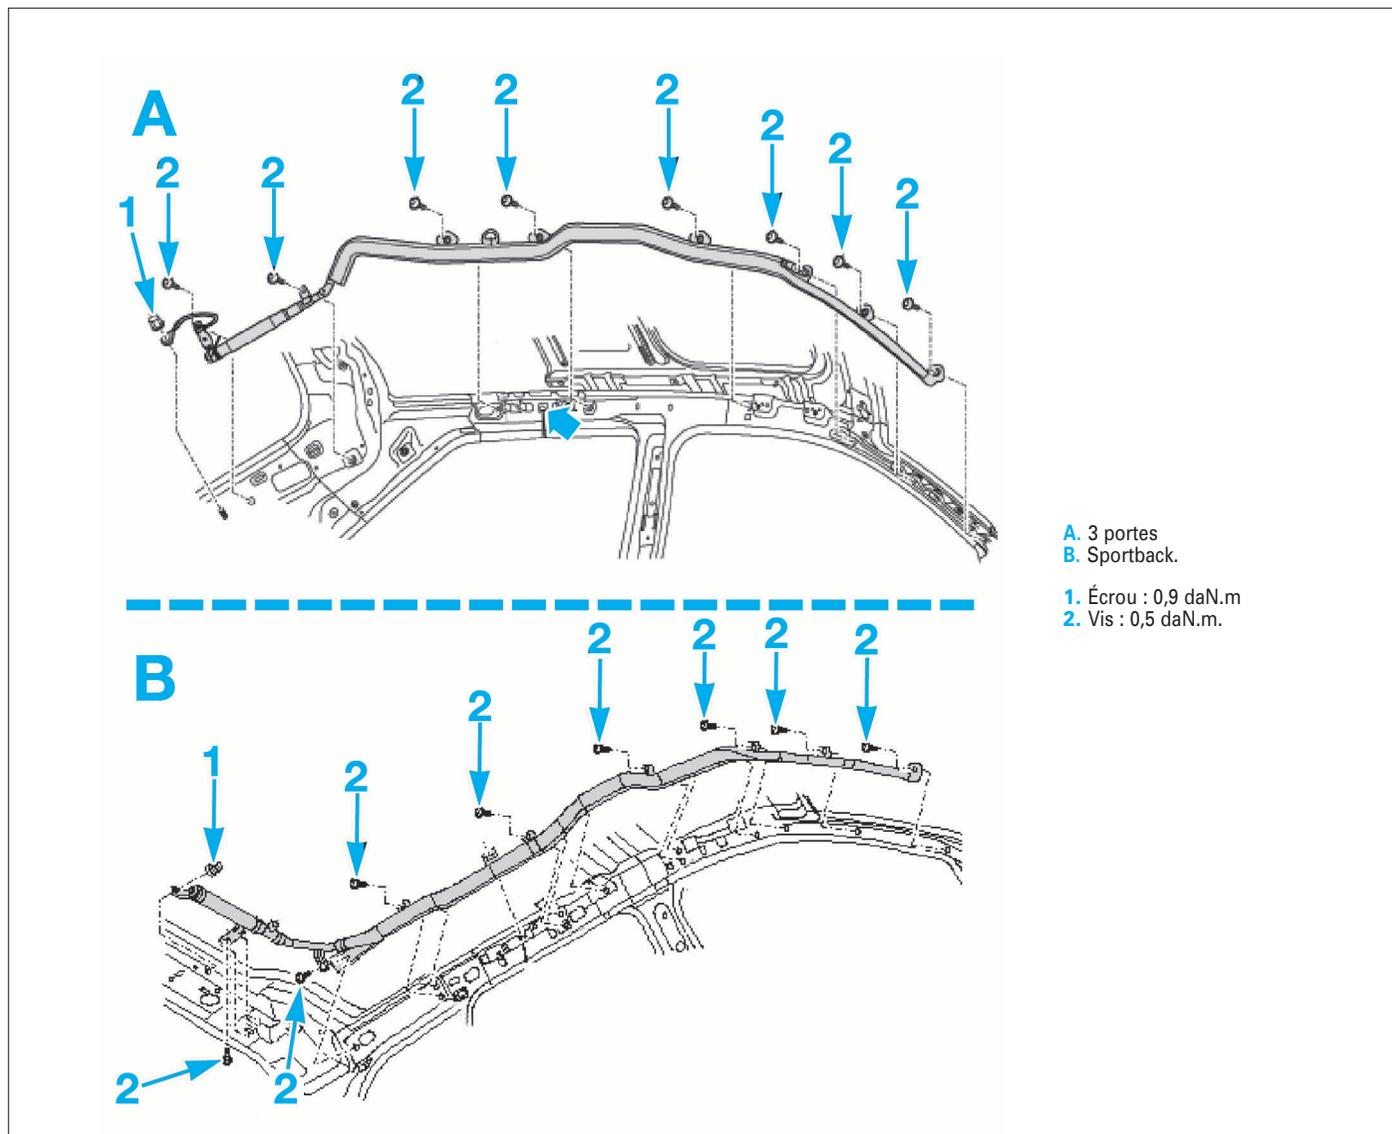

FIG. 19
- Déposer les différentes vis de fixation (Fig.19).